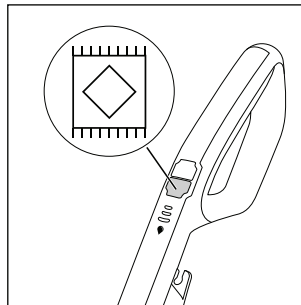

Fig. 17
- ♦ Para encender el aparato, pulse el interruptor de alfombras/moquetas  **13** (consulte la fig. 17). Tras esto, el led del interruptor de alfombras/moquetas  **13** se enciende en azul.
- ◆ Para apagar el aparato, vuelva a pulsar el interruptor de alfombras/moquetas **13** (consulte la fig. 17).